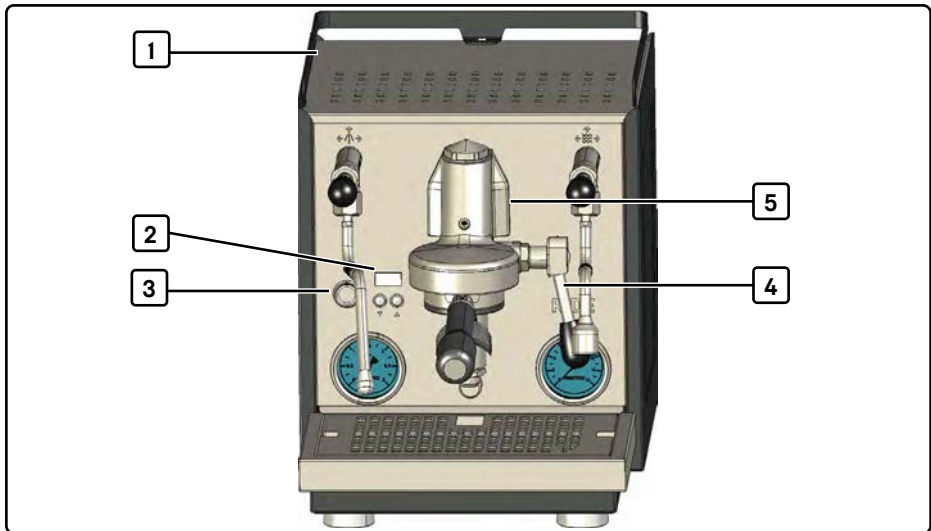

Abb. 5 Abbildung mit installiertem Filterträger
1. Wassertank (1, Abb. 5) entnehmen und gründlich reinigen (siehe Kapitel 11.5, „Wassertank reinigen“).
4. Ein-/Aus-Taste (2, Abb. 5) drücken.
1. Gefäß unter die Brühgruppe (5, Abb. 5) stellen. Die Öffnung des Gefäßes sollte mindestens so groß sein wie die Brühgruppe.
2. Brühhebel (6, Abb. 5) in die Bezugsstellung bringen (siehe Kapitel 5.2.3, „Bedienhebel“)